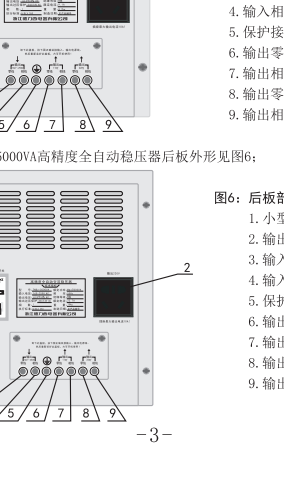

图2: TND₂-1000VA~10kVA正面板
3.1 TND₂-1000VA~10kVA高精度全自动交流稳压器面板外形见图2。